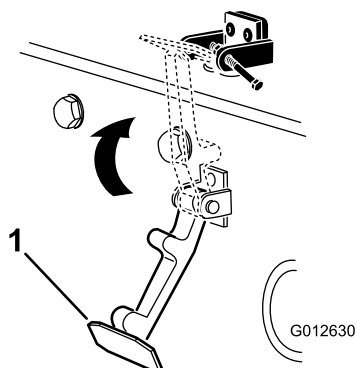

Figura 6
7. Zajistěte západku kapoty do držáku západky (Figura 6).